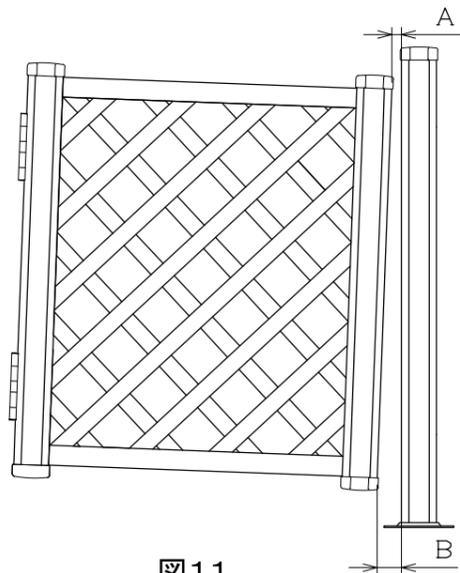

図11
(例) 内観から見て右側に傾いている場合 (図11)
- (1) 下側の丁番のサラ小ネジM4×8を緩めて下さい。
- (2) 丁番と丁番用スペーサーの間に建付け調整材を奥まで嵌め込んでください (図11)。